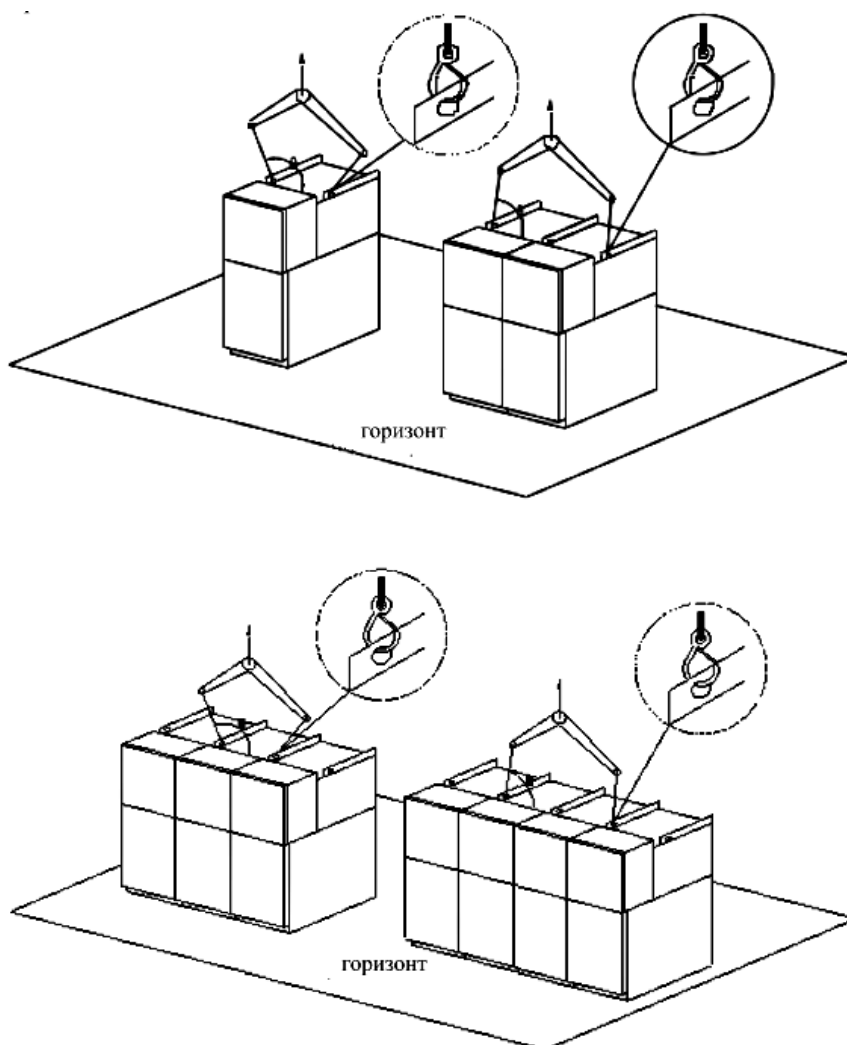

Рисунок 54 - Схема строповки КРУЭ серии RTN24-L
2.2.4.1 Строповку КРУЭ (см. рисунок 54) осуществлять с помощью подъемной траверсы либо стропами, зацепив крюки к специальным отверстиям на верхней ячейки. Угол между стропами должен быть в пределах $60^\circ \leq \theta \leq 110^\circ$, обратите внимание на паспортный вес изделия при подъеме.